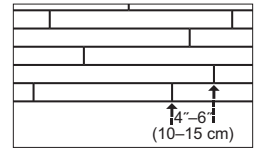

Figura 4
- Es importante alternar los extremos de los tabloncillos en hileras contiguas a un mínimo de 4-6" (10-15 cm) siempre que sea posible (Figura 4). Esto ayudará a garantizar un aspecto general más favorable del piso.
- Verifique que los bordes y extremos de cada tabloncillo hayan encajado bien y estén ajustados. Las juntas de extremo de las hileras adyacentes deberán escalonarse a 4"-6" (10-15 cm) siempre que sea posible, para garantizar un aspecto general más favorable (Figura 4).